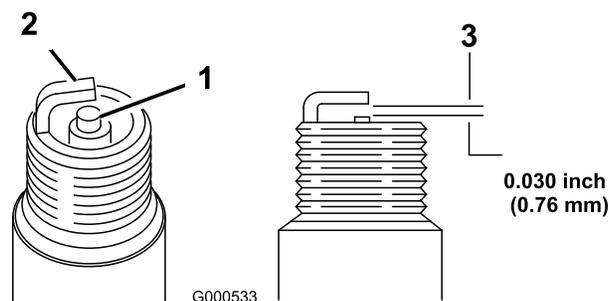

Рисунок 45
- Осмотрите середину каждой свечи зажигания (Рисунок 45).
- Проверьте зазор между центральным и боковым электродами (Рисунок 45) и отогните боковой электрод, если зазор не соответствует требуемому.